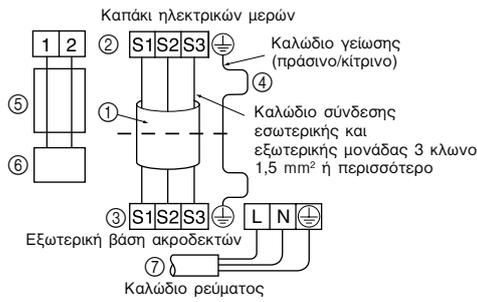

Fig. 7-4
• Εκτελέστε την καλωδίωση, όπως φαίνεται στο διάγραμμα κάτω αριστερά. (Προμηθευτείτε το καλώδιο επί τόπου) (Fig. 7-4)